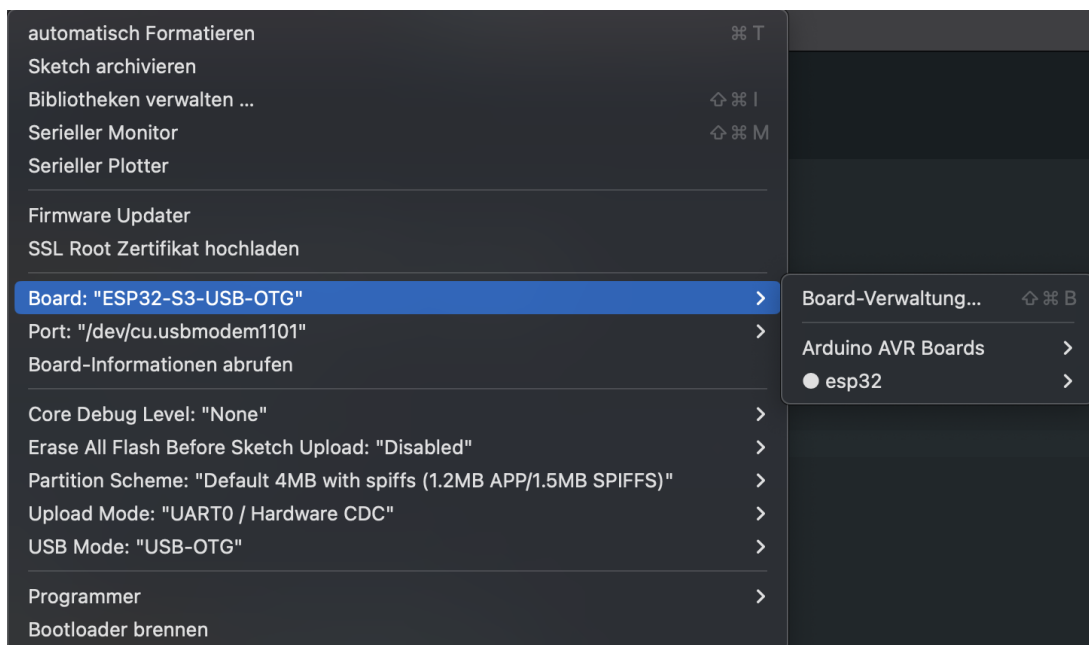

Abbildung 5: Einstellen des erforderlichen Boards ESP32-S3-USB-OTG
3. Wählen Sie nun aus der Liste das **ESP32-S3-USB-OTG Board** (siehe Abb. 5)